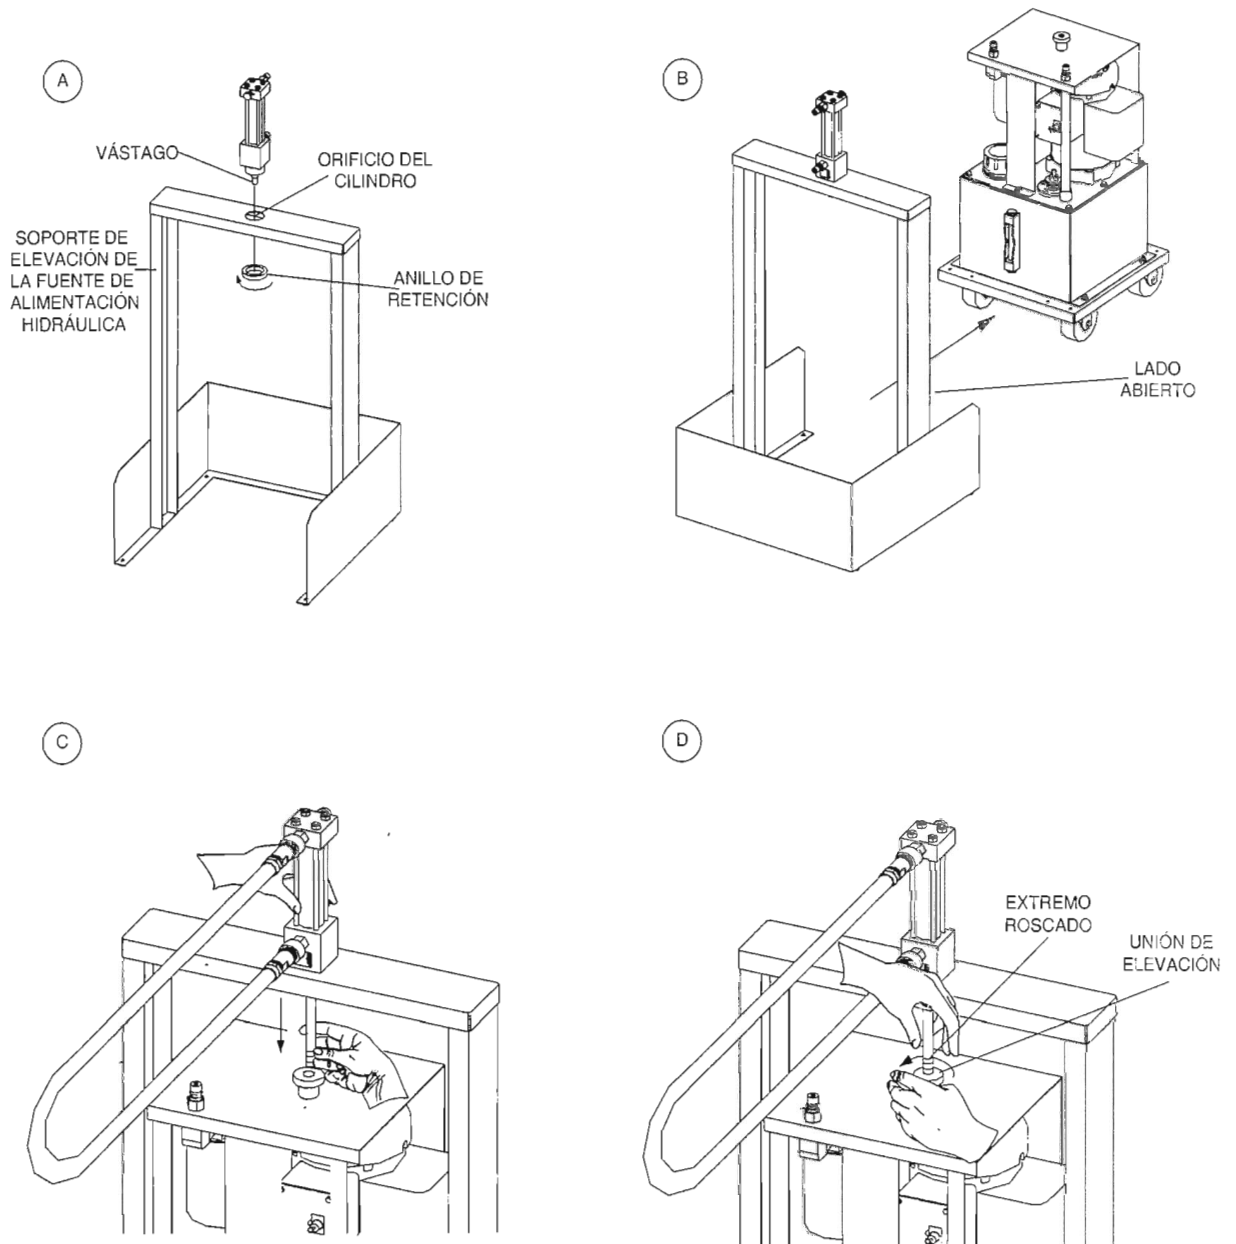

Figura 1-24. Instalación de la fuente de alimentación hidráulica.
- ☐ 5. Inserte el vástago del cilindro en el orificio del cilindro en el soporte de elevación de la fuente de alimentación hidráulica como se muestra en la Figura 1-24 a). Fije el cilindro al soporte de elevación, ajustando su anillo de retención en forma segura.
- 6. Asegúrese de que la fuente de alimentación hidráulica se encuentre cerca de la superficie de trabajo. Coloque el soporte de elevación sobre la fuente de alimentación hidráulica, con su lado abierto en la parte posterior de la fuente de alimentación hidráulica, como muestra la Figura 1-24 b).
- ☐ 8. Conecte los dos orificios del cilindro entre sí, empleando una de las mangueras extralargas que llenó con aceite. Lentamente estire el vástago del pistón del cilindro hasta que toque la unión de elevación en la fuente de alimentación hidráulica, como lo muestra la Figura 1-24 c).
- ☐ 9. Fije el cilindro a la fuente de alimentación hidráulica enroscando la unión de elevación en el extremo roscado del vástago del cilindro, como se muestra en la Figura 1-24 d). Después desconecte la manguera del cilindro.